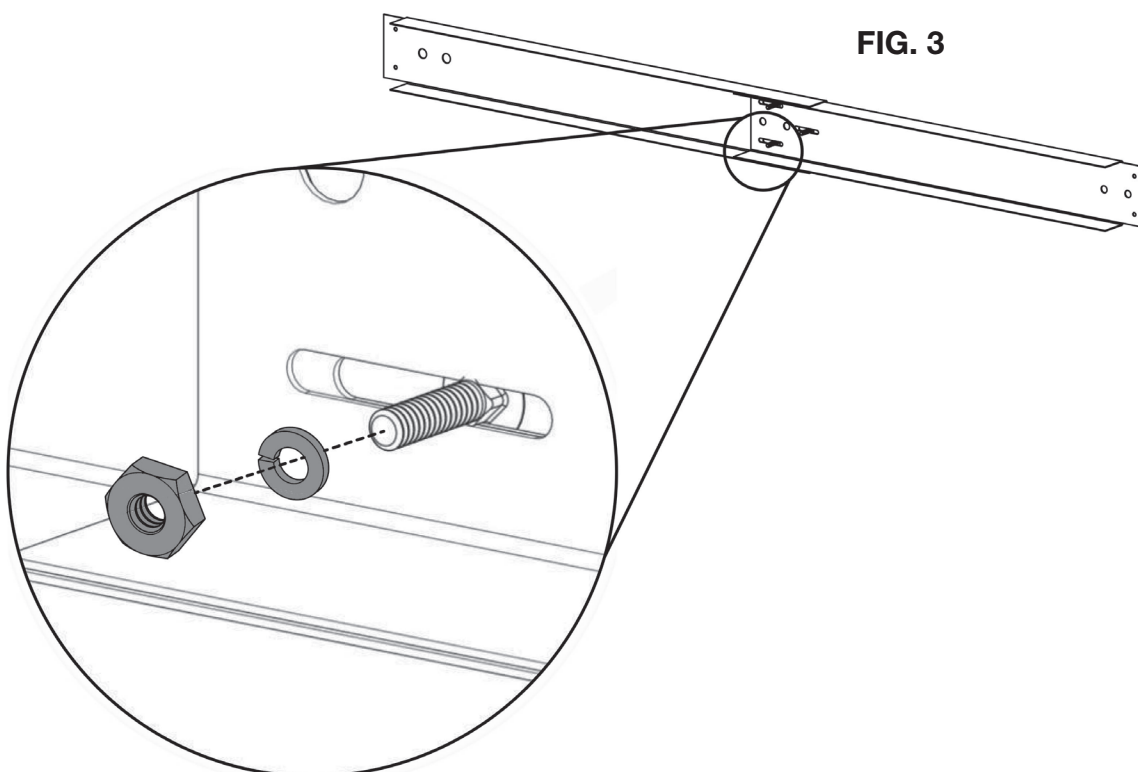

FIG. 3
3. Fixez les 3 écrous (Type 1) et les 3 rondelles (Type 3) à l'arrière des boulons (FIG. 3).